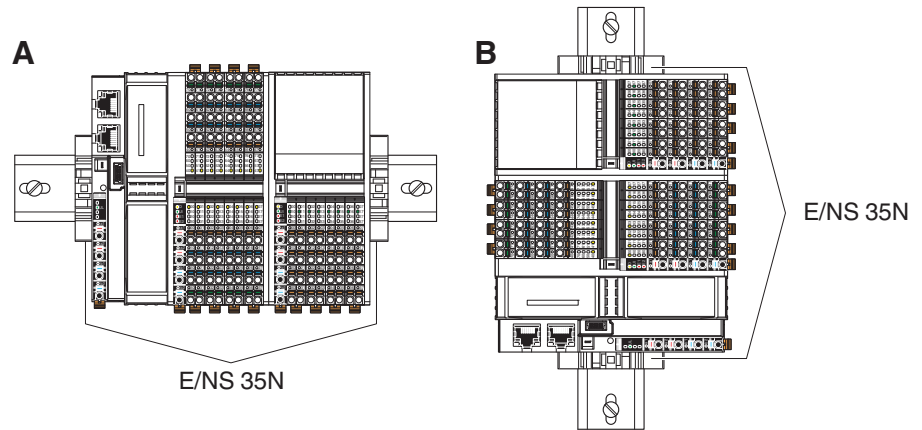

Abb. 6-3 Einbaulagen einer IndraControl S20-Station
**Einbaulage** Die bevorzugte Einbaulage ist die Wandmontage auf einer waagerechten Tragschiene an der Wand (Abb. 6-3, Abb. A). Diese Einbaulage bietet die optimale Luftdurchströmung für die Module.
**Endhalter** Befestigen Sie auf beiden Seiten der IndraControl S20-Station Endhalter (siehe auch Abb. 6-3). Die Endhalter gewährleisten die korrekte Fixierung einer IndraControl S20-Station auf der Tragschiene und dienen als seitliche Abschlussselemente.
Sonstige; Abb. 6-3, Abb. B	Normal